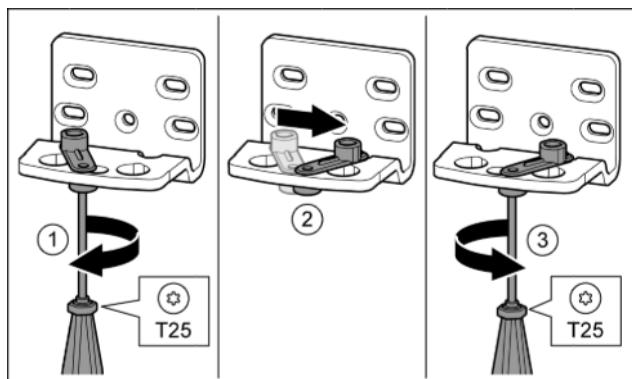

Fig. 15\*
- Отпустить винт отверткой T25. Fig. 15 (1)\*
- Приподнять фиксатор двери и, повернув на 90° вправо, вставить в отверстие. Fig. 15 (2)\*
- Затянуть винт отверткой T25. Fig. 15 (3)\*